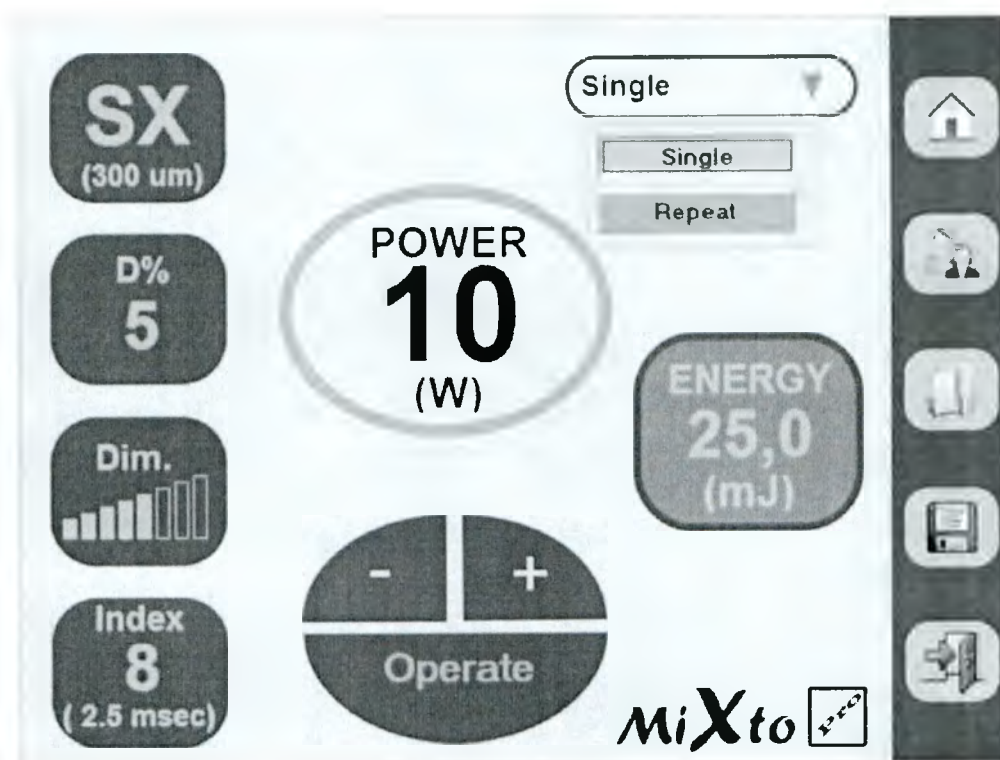

Рис. 67. Окно выбора режима воздействия.
- Нажмите область экрана “SINGLE/REPEAT”, чтобы открыть окно выбора одного из двух режимов воздействия (рис. 67).